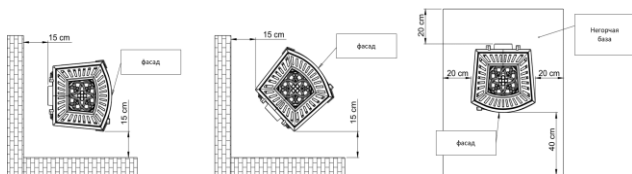

Рис. 2. Безопасное расстояние от печи до негорючих частей.
- печь поместить на несгораемой поверхности, которая выходит за пределы печи на мин. 0,4 м, считая от передней части печи, и мин. 0,2 м, считая от боковых и задней стенки печи (см. рис. 2),
- рекомендуемое расстояние от НЕГОРЮЧИХ частей - не менее 15 см (рис. 2)